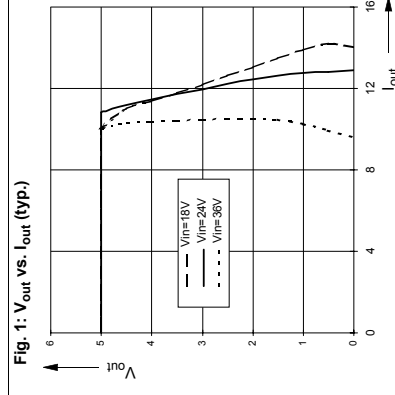

Fig. 1: Vout vs. Iout (typ.)
Eingang (DCin) <ul style="list-style-type: none"> <li>Nennwert</li> <li>kurzzeitig</li> </ul> Eingangsstrom Iin bei Nennlast <ul style="list-style-type: none"> <li>Nennwert</li> <li>bei Leerlauf</li> <li>Einschalstrom</li> </ul> Externe Absicherung nicht erforderlich (interne Eingangssicherung)	Ausgang (DCout) 4,5...5,5 V DC d 5,1 V a 1 % < 50 mV SS Zul. Belastung Iout <ul style="list-style-type: none"> <li>bei TU=0°C...60°C, Konvektionslüftung</li> <li>Strombegrenzung</li> <li>Verhalten bei Überlast/Kurzschluss laut weiler</li> <li>Derating (Tamb=60°...70°C)</li> </ul> Kennlinienverlauf: siehe Fig. 1 Parallelschaltung: möglich, keine gleichmäßige Lastaufteilung Anschlußleitungenc <ul style="list-style-type: none"> <li>flexible Kabel</li> <li>starre Kabel</li> <li>Absolieren am Kabelende</li> </ul>
Eingangsspannung Vin 18-36 V DC 16-40 V DC, zum Start min. 18 V Eingangsstrom Iin bei Nennlast < 1,5 A @ V in = 36 V < 2,9 A @ V in = 18 V typ. 19 mA typ. 5,1 A	Output (DCout) 4,5...5,5 V DC d 5,1 V a 1 % < 50 mV PP Permissible Load Iout <ul style="list-style-type: none"> <li>Tamb=0°C...60°C, convection cooling</li> <li>Current limitation</li> <li>Overload/Short circuit characteristic without shutdown</li> <li>Derating (Tamb=60°...70°C)</li> </ul> Characteristic curve: see Fig. 1 Parallel operation: possible; no equal load sharing
Eingang (DCin) <ul style="list-style-type: none"> <li>Nominal</li> <li>short-term</li> </ul> Input Current Iin at nominal load <ul style="list-style-type: none"> <li>Nominal</li> <li>no-load cond.</li> <li>inrush current</li> </ul> External Fusing not necessary (internal input fuse) Connector cablesc <ul style="list-style-type: none"> <li>flexible cable</li> <li>solid cable</li> <li>stripping at cable end</li> </ul>	Output (DCout) 4,5...5,5 V DC d 5,1 V a 1 % < 50 mV PP Permissible Load Iout <ul style="list-style-type: none"> <li>Tamb=0°C...60°C, convection cooling</li> <li>Current limitation</li> <li>Overload/Short circuit characteristic without shutdown</li> <li>Derating (Tamb=60°...70°C)</li> </ul> Characteristic curve: see Fig. 1 Parallel operation: possible; no equal load sharing
Eingang (DCin) <ul style="list-style-type: none"> <li>Valeur nominale</li> <li>temporaire</li> </ul> Courant d'entrée Iin (charge nominale) <ul style="list-style-type: none"> <li>Valeur nominale</li> <li>marche à vide</li> <li>courant de mise en route</li> </ul> Protection externe pas nécessaire (protection d'entrée interne)	Sortie (DCout) 4,5...5,5 V DC d 5,1 V a 1 % < 50 mV PP Charge autorisée Iout <ul style="list-style-type: none"> <li>Tamb=0°C...60°C, réfrigération de convection</li> <li>Limitation de courant</li> <li>Comportement en cas de surcharge/court-circuit</li> <li>Derating (Tamb=60°...70°C)</li> </ul> Déroulement de la caractéristique: voir Fig. 1 Montage en parallèle: possible; pas de répartition uniforme de la charge
<p>Tensión de entrada Vin</p> <ul style="list-style-type: none"> <li>18-36 V DC</li> <li>16-40 V DC, para el manque min. 18 V</li> </ul> <p>Corriente de entrada Iin (carga nominal)</p> <ul style="list-style-type: none"> <li>Valor nominal &lt; 1,5 A @ Vin = 36 V &lt; 2,9 A @ Vin = 18 V</li> <li>sin carga tip. 19 mA</li> <li>Corr. de conexión tip. 5,1 A</li> </ul> <p>Protección externa no necesario (protección de entrada interna)</p> <p>Cables de conexiónc</p> <ul style="list-style-type: none"> <li>cable flexible 0,5-4 mm2 (AWG=20-10)</li> <li>cable rígido 0,5-6 mm2 (AWG=20-10)</li> <li>retirar la cubierta aislante del cable 7 mm (no más)</li> </ul> <p>Tamaño, peso</p> <p>Ancho w 49 mm Altura h 124 mm Profundidad d 102 mm + guía Peso 470 g</p> <p>Normas</p> <p>El aparato cumple con las normas siguientes: Compatibilidad electromagnética EMC: (EN 55011, EN 55022, interferencias alámbricas Clase B, radiación Clase A), (Resistencia a perturbadora), VDE 0160/B2 (Resistencia a transientes)</p> <p>La certificación CE se efectúa conforme a las directrices sobre la compatibilidad electromagnética y de las normas para baja tensión.</p> <p>Anotaciones: a) salvo que figuren otros datos sobre el aparato b) Régimen individual, 100 MHz ancho de banda, medición 50 Ω c) Véase ficha "Instalación y funcionamiento" para más información d) Indicaciones válidas para plena carga: tensión de entrada admisible con carga baja o media: véase "salida"</p>	<p>Tensión nominal Vout</p> <ul style="list-style-type: none"> <li>4,5...5,5 V DCd</li> <li>5,1 Va</li> <li>1% precisión de regulación</li> <li>Ondulación residualb &lt; 50 mVPP</li> </ul> <p>Carga admisible Iout</p> <ul style="list-style-type: none"> <li>Tamb=0°C - 60°C, refrigeración por convección 8 A</li> <li>Limitación de corriente tip. 10-13 A, véase Fig. 1</li> <li>Comportamiento en sobrecarga/ cortocircuito sigue funcionando</li> <li>Reducción de carga (Tamb=60°-70°C) tip. 1,5 W/K</li> </ul> <p>Curva característica: véase Fig. 1</p> <p>Conexión en paralelo: posible; la repartición de la carga no es uniforme</p> <p>Cables de conexiónc</p> <ul style="list-style-type: none"> <li>cable flexible 0,5-4 mm2 (AWG=20-10)</li> <li>cable rígido 0,5-6 mm2 (AWG=20-10)</li> <li>retirar la cubierta aislante del cable 7 mm (no más)</li> </ul> <p>Distancia para la refrigeración</p> <p>La temperatura de los laterales de la carcasa no debe exceder los 90° C (medidos directamente en el metal) Distancias recomendadas:</p> <ul style="list-style-type: none"> <li>izquierda/derecha - / 15 mm</li> <li>arriba/abajo 25 mm en cada lado</li> </ul> <p>Condiciones Ambientales</p> <p>Temperatura ambiente Tamb</p> <ul style="list-style-type: none"> <li>Almacenamiento/ transporte -25°C...+85°C</li> <li>Plena carga 0°C...60°C</li> <li>Carga reducida 60°C...70°C</li> </ul> <p>Tipo de protección: IP20 (EN60529), Protección contra la humedad (y la formación de agua de condensación)</p> <p>Seguridad/Protección</p> <p>Observe los avisos de seguridad! Véase ficha „Instalación y funcionamiento“</p> <p>Seguridad y protección, Protección contra sobretensión (lado secund.) sobrecarga cortocircuito sostenido tensión sin carga tensiones de retorno Protección de entrada interna Clase de protección</p> <ul style="list-style-type: none"> <li>hasta tip. 6 V</li> <li>hasta tip. 10 V</li> <li>TSAH (IEC127), borne +, d'entradac I (EN 60950)</li> <li>Tensión mínima de seguridad (EN 60950, VDE 0100 Part 410), PELV (EN 50178)</li> </ul>
<p>Tensione d'ingresso Vin</p> <ul style="list-style-type: none"> <li>Valore nominale 18-36 V DC</li> <li>breve durata 16-40 V DC, min. 18 V per l'avviamento</li> </ul> <p>Corrente d'ingresso Iin (carico nominale)</p> <ul style="list-style-type: none"> <li>Valore nominale &lt; 1,5 A @ Vin = 36 V &lt; 2,9 A @ Vin = 18 V</li> <li>a vuoto tip. 19 mA</li> <li>Corr. d'inserzione tip. 5,1 A</li> </ul> <p>Protezione esterna non necessario (protezione ingresso interna)</p> <p>Conduttori di collegamentoc</p> <ul style="list-style-type: none"> <li>cavi flessibili 0,5-4 mm2 (AWG=20-10)</li> <li>cavi rigidi 0,5-6 mm2 (AWG=20-10)</li> <li>scoprime l'estremità 7 mm (non di più)</li> </ul> <p>Dimensioni, Peso</p> <p>Lunghezza w 49 mm Altezza h 124 mm Larghezza d 102 mm + guida DIN Peso 470 g</p> <p>Norme, Approvazioni</p> <p>L'apparacchio è conforme a: Compatibilità elettromagnetica: (EN 55011, EN 55022, emissioni disturbo) (EN 55011, EN 55022, disturbi riconducibili alla linea Classe B, radiazioni Classe A), (resistenza a disturbi), VDE 0160/B2 (resistenza transienti)</p> <p>Certificazione CE secondo le direttive EMC e le direttive per bassa tensione.</p> <p>Note: a) se non indicato diversamente sull'apparecchio b) Modo singolo, 100 MHz di banda, misura 50Ω c) per ulteriori informazioni, far riferimento al supplemento "Installazione e funzionamento" d) La regolazione avviene con potenziometro frontale. Per accedere al potenziometro (1), togliere la cuffia di protezione, quindi riposizionarla.</p>	<p>Tensione nominale Vout</p> <ul style="list-style-type: none"> <li>4,5...5,5 V DCd</li> <li>5,1 Va</li> <li>1% Regolazione: precisione</li> <li>Ondulazioni residuab &lt; 50 mVPP</li> </ul> <p>Carico ammissibile Iout</p> <ul style="list-style-type: none"> <li>Tamb=0°C - 60°C, raffreddamento a convezione 8 A</li> <li>Limitazione di corrente tip. 10-13 A, vedere Fig. 1</li> <li>Comportamento in nessun disinserimento, l'apparecchio continua a funzionare</li> <li>Declassamento (Tamb=60°-70°C) tip. 1,5 W/K</li> </ul> <p>Curva di caratteristica d'uscita: vedere Fig. 1</p> <p>Collegamento in parallelo: possibile; mancanza di ripartizione di carico uniforme</p> <p>Conduttori di collegamentoc</p> <ul style="list-style-type: none"> <li>cavi flessibili 0,5-4 mm2 (AWG=20-10)</li> <li>cavi rigidi 0,5-6 mm2 (AWG=20-10)</li> <li>scoprime 7 mm (non di più) l'estremità</li> </ul> <p>Distanze libere (Raffreddamento)</p> <p>Temperatura sulle pareti laterali max. 90° C (misurata direttamente sul metallo). Distanze consigliate:</p> <ul style="list-style-type: none"> <li>sinistra/destra - / 15 mm</li> <li>sopra/sotto 25 mm cad.</li> </ul> <p>Ambiente</p> <p>Temperatura ambiente Tamb</p> <ul style="list-style-type: none"> <li>Magazzino/trasporto -25°C...+85°C</li> <li>Pleno carico 0°C...60°C</li> <li>Declassamento 60°C...70°C</li> </ul> <p>Tipo di protezione: IP20 (EN60529), proteggere dall'umidità (e dalla rugiada)</p> <p>Sicurezza, Protezione</p> <p>Observare le istruzioni di sicurezza! Vedere supplemento "Installazione e funzionamento"</p> <p>Sicurezza e protezione Protezione da sovratensioni (a uscita) sovraccarichi cortocircuito permanente carico a vuoto temperatura eccessiva tensione di ritorno fusibile ingresso interno Classe di protezione</p> <ul style="list-style-type: none"> <li>aut typ. 6 V</li> <li>aut typ. 10 V</li> <li>TSAH (IEC127), morsetto +, d'ingresso I (EN 60950)</li> <li>Tensione di sicurezza (EN 60950, VDE 0100 Part 410), PELV (EN 50178)</li> </ul>
<p>Tensão de entrada Vin</p> <ul style="list-style-type: none"> <li>Nominal 18-36 V DC</li> <li>No curto prazo min. 18 V o para a partida</li> </ul> <p>Corrente de entrada Iin com carga nominal</p> <ul style="list-style-type: none"> <li>Nominal &lt; 1,5 A @ Vin = 36 V &lt; 2,9 A @ Vin = 18 V</li> <li>com operação sem carga tip. 19 mA</li> <li>Corrente de ligação tip. 5,1 A</li> </ul> <p>Proteção externa não necessária (proteção interna de entrada)</p> <p>Cabos dos conectoresc</p> <ul style="list-style-type: none"> <li>cabos flexíveis 0,5-4 mm2 (AWG=20-10)</li> <li>cabos sólidos 0,5-6 mm2 (AWG=20-10)</li> <li>recomenda-se 7 mm (no máx.)</li> </ul> <p>Tamanho, Peso</p> <p>Largura (w) 49 mm Altura (h) 124 mm Profundidade (d) 102 mm + trilho-Rail Peso 470 g</p> <p>Normas</p> <p>Esta unidade está em conformidade com as seguintes normas: EMV: (EN 55011, EN 55022, interferências relacionadas as linhas Classe B, irradiação Classe A), VDE 0160/B2 (Proteção transiente)</p> <p>Marcação CE em conformidade com a diretiva EMC e com a diretiva de baixa tensão.</p> <p>Observações: a) a não ser que especificado de outro modo na unidade b) operação única, largura de banda de 100 MHz, medição a 50Ω c) ver folha complementar "Instalação e Operação" para mais detalhes d) A configuração é feita por um potenciômetro frontal (⊕). Para alcançar o potenciômetro, retire a tampa protetora e a substitua mais tarde.</p>	<p>Tensão nominal Vout</p> <ul style="list-style-type: none"> <li>4,5...5,5 V DCd</li> <li>5,1 Va</li> <li>1% Precisão da regulagem</li> <li>Ondulação residualb &lt; 50 mVSS</li> </ul> <p>Carga permissível Iout</p> <ul style="list-style-type: none"> <li>Tamb=0°C - 60°C, Ventilação por convecção 8 A</li> <li>Limitação de corrente tip. 10-13 A, ver Fig. 1</li> <li>Sobrecarga/Curto-circuito sem desligamento da unidade, característica de operação contínua</li> <li>Derating (Tamb=60°-70°C) tip. 1,5 W/K</li> </ul> <p>Curva característica: ver Fig. 1</p> <p>Operação paralela: possível, nenhum compartilhamento de cargas iguais</p> <p>Cabos dos conectoresc</p> <ul style="list-style-type: none"> <li>cabos flexíveis 0,5-4 mm2 (AWG=20-10)</li> <li>cabos sólidos 0,5-6 mm2 (AWG=20-10)</li> <li>recomenda-se 6 mm (no máx.)</li> </ul> <p>Descaçamento no final</p> <p>Espaçamento para resfriamento</p> <p>A temperatura máxima da paredes laterais não deve exceder 90°C (medida diretamente no metal). Distâncias respectivas recomendadas:</p> <ul style="list-style-type: none"> <li>esquerda/direita - / 15 mm</li> <li>acima/abaixo je 25 mm cada</li> </ul> <p>Dados ambientais</p> <p>Temperatura ambiente Tamb</p> <ul style="list-style-type: none"> <li>Armazenamento/ Embarque -25°C...+85°C</li> <li>Carga nominal total 0°C...60°C</li> <li>Derated 60°C...70°C</li> </ul> <p>Grav de proteção: IP20 (IEC60529), Proteja da umidade (e da condensação)</p> <p>Segurança/Proteção</p> <p>Leia as instruções de segurança! Ver folha anexa "Instalação e Operação"</p> <p>Segurança e proteção Proteção de sobrecarga de tensão (lado secundário) Resistente a sobrecarga Resistente a curto-circuito sustentado Resistente a circuito aberto Imunidade de retorno até tip. 10 V de potência Fusível interno de entrada Classe de proteção SELV (EN 60950) + Terminal de entradac I (EN 60950) Potencial de segurança extra-baixo (EN 50178)</p>